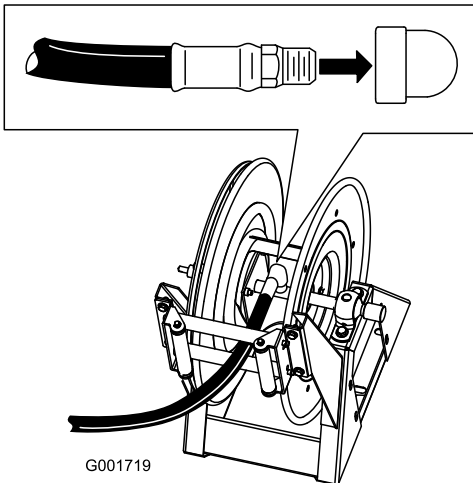

Bild 23
1. Wickeln Sie Teflon®-Band um das Gewinde am Schlauchanschlussstück am langen Schlauch und befestigen Sie das Anschlussstück am Verbindungsrohr an der Trommel (Bild 23).